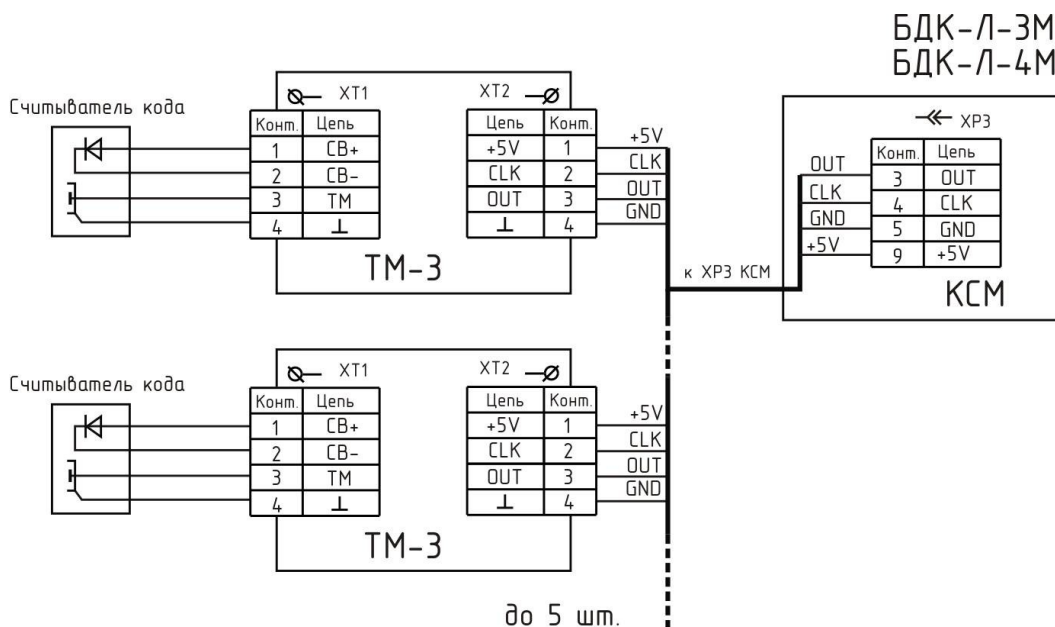

Рисунок 25 - Параллельное подключение ТМ-СЛДКС-3
7) Программируемыми переключателями JP1 и JP2 на плате ТМ-СЛДКС-3 установить собственный адрес блока от 1 до 5. Допускается параллельное подключение ТМ-СЛДКС-3 к одному КСН до 5 шт. (рисунок 25).